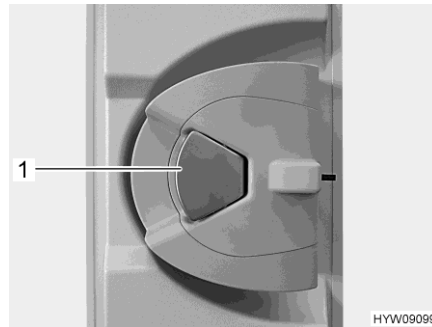

Bild 29 Tüschloss (Eingangstür innen)
- Wenn das Tüschloss verriegelt ist: Am Türgriff (Bild 29,1) einmal ziehen. Die Tür ist entriegelt.
- Am Türgriff (Bild 29,1) ziehen. Die Tür ist geöffnet.
- Den Türgriff (Bild 29,1) drücken.